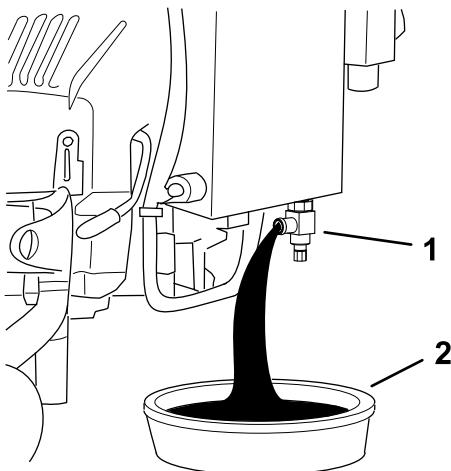

Figura 40
6. Coloque un recipiente de vaciado debajo de la válvula de vaciado (Figura 40).